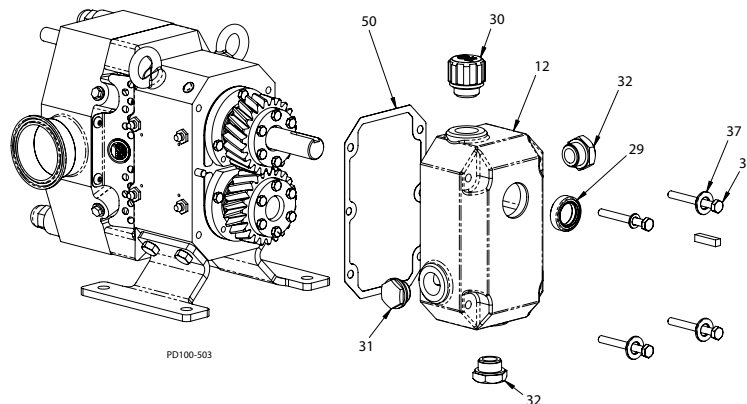

Рисунок 63 - Установка крышки редуктора
1. Вставьте уплотнение входного вала (Рисунок 63, пункт 29) в отверстие крышки редуктора (позиция 12).